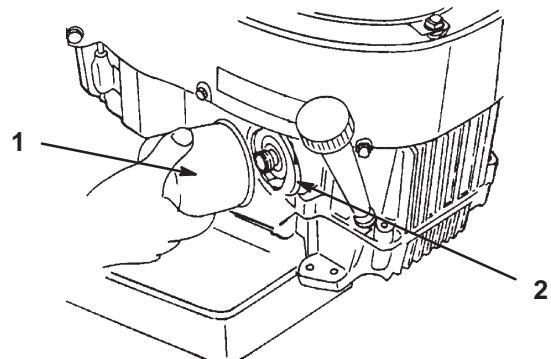

Bild 40
2. Entfernen Sie den alten MotorölfILTER (Bild 40).
3. Ölen Sie die Gummidichtung am Austauschfilter (Bild 40) leicht mit Frischöl ein.
4. Drehen Sie den Austauschfilter auf den Anbaustutzen auf. Drehen Sie den Ölfilter im Uhrzeigersinn, bis die Gummidichtung den Anbaustutzen berührt. Ziehen Sie den Filter dann um eine weitere 3/4 Umdrehung fester (Bild 40).